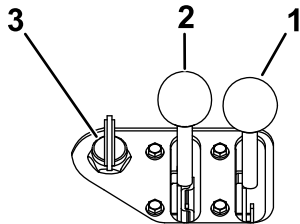

図 19
1. スロットルレバーを 低速と高速の中間位置にセットする 図 19。
- A. チョークレバーを ON 位置とする 図 19。
- B. キーを ON 位置に回す (図 19)。エンジンが始動したら、キーから手を離してください。
- C. チョークレバーを徐々に OFF 位置へ戻す 図 19。それでエンジンの回転が悪くなるようであれば、チョークを元に戻してエンジンが温まるのを待つ。
3. コーラーエンジン搭載機では、キーを ON 位置に回す 図 19。エンジンが始動したら、キーから手を離してください。
4. スロットルレバーを希望位置にセットする 図 19。
2. スロットルレバーを 低速位置に動かす 図 19。